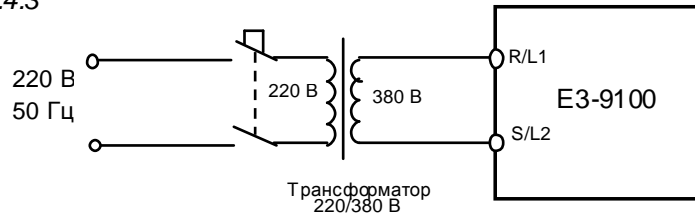

Рис. 4.12. Подключение ПЧ к сети через трансформатор
4.10.2. Подключить преобразователь к электросети 3Ф ~380 В (или к сети 1Ф ~220 В через трансформатор 220/380 В, как показано на рис. 4.12) и подать питание.